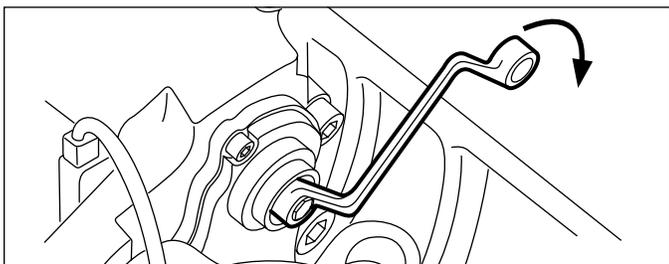

FIGURE 40 - RÉGLAGE DU JEU FONCTIONNEL
- 5.2.20 À l'aide d'une clé polygonale fermée à six pans de 10 mm, tourner l'adaptateur de cisaillement (61) **dans le sens antihoraire** et écouter les 3 clics produits alors que le mécanisme recule (augmente) le jeu fonctionnel. Remarque : Ne pas utiliser une clé ouverte, car cela risquerait d'endommager l'adaptateur. (Cf. Figure 40.)